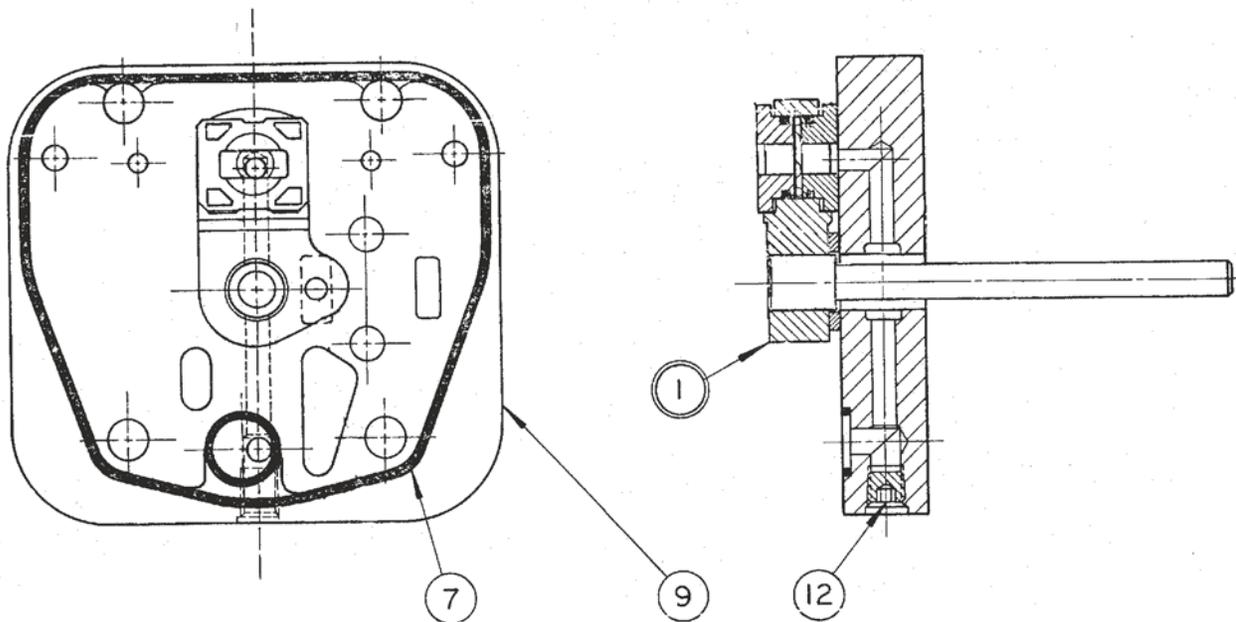

РИСУНОК 60-1
См. Рисунок 60-1
8. Установить золотник (13) в корпус регулятора хода. Вдавить соединительный штифт (9) в муфту (8) на .500" (12,7мм) (как показано). Установить винт (4) в муфту. Установить муфту (4) в корпус, чтобы войти в зацепление с пазом в золотнике(13). Продвинуть вал сервомеханизма через корпус и через муфту.
10. Прижав плоскую пластину к торцам отверстия золотника, необходимо вращать вал по часовой стрелке и против часовой стрелки, заставляя золотник (13) перемещаться от крайнего положения с одной стороны до крайнего положения с другой стороны. Проверить положение срезного уплотнения относительно двух отверстий под штифты (3/16) в крышке. Разместить уплотнение таким образом, чтобы нахлест был одинаковым с каждой стороны. Устранить осевой люфт и закрутить винт (4) с моментом затяжки 72 фунт-дюйм (8 Нм), прикрепляя муфту к валу
11. Установить шайбы (17) на торцевое соединение (2). Установить пружину (16) на шайбу. Вставить винт (21) в направляющую пружины (14) и вкрутить его в торцевое соединение. Вкручивать винт до тех пор, пока направляющая пружины (14) не выйдет на 0.308" (7,82 мм) за поверхность сопряжения с торцевым соединением (2). Закрутить гайку (18) от руки.
12. Установить шайбу (15) и уплотнительное кольцо (22) на свое место, как показано.
13. С помощью винтов (26) прикрутить торцевое соединение (2) к корпусу (25). Затянуть с моментом 14 футо-фунтов (19 Нм).
14. Установить уплотнительное кольцо (19) на заглушку (20) и вставить заглушку в торцевое соединение.
16. Установить крышку (23) с винтами (24) и уплотнительным кольцом (27). Затянуть винты с моментом 14 футо-фунтов (19 Нм).
17. Если орган управления должен быть испытан на насосе, установить на насос основание с прокладкой (7) (см. Рис. 60-1), шайбами Nylite (12) и винтами (10). Затянуть с моментом 30 футо-фунтов (40,8 Нм).